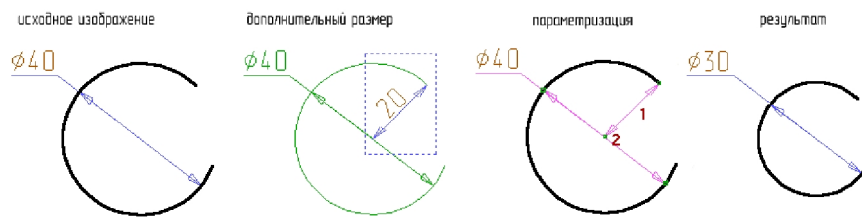

Рис.1.8. Параметризация дуги со свободными концами
Если угловой размер дуги превышает 180° , то проставляется диаметральный размер (см. рис.1.8). При этом конец размерной линии не должен совпадать с концом дуги. В этом случае вводят дополнительный размер (рис.1.8) и закрывают его непрозрачным прямоугольником. При параметризации длина размерной линии (2) и радиус дуги (1) изменяются согласованно.